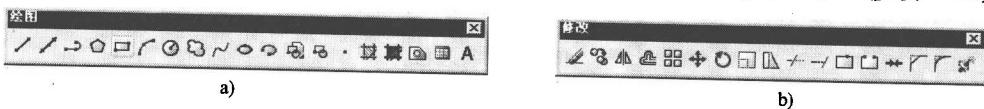

图 1-4 “绘图”和“修改”工具栏
(3) 工具栏 工具栏是一组图标型工具的集合，把光标移到某个图标上，稍停片刻在图标右下角将显示相应的工具提示，同时在状态栏中显示对应的说明和命令名。单击图标按钮便启动该命令。AutoCAD 提供了多种工具栏，图 1-4 所示为“绘图”和“修改”工具栏。